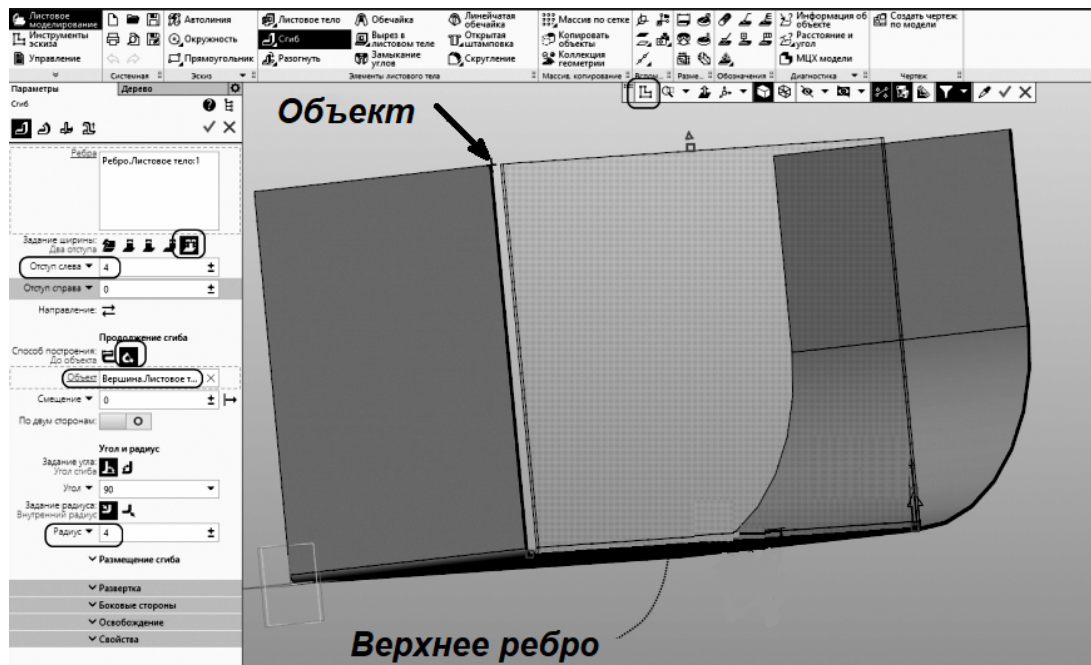

Рис. 9.4. Моделирование прямоугольной части боковой грани
3. Указываем верхнее ребро боковой грани. Переключим тип задания ширины на «Два отступа». Установим отступ слева 4 мм, способ построения продолжения сгиба – «До объекта». Указываем в качестве объекта одну из вершин вертикального ребра. Устанавливаем радиус 4 мм (рис. 9.4). Создаем **НОВЫЙ ЭСКИЗ**.